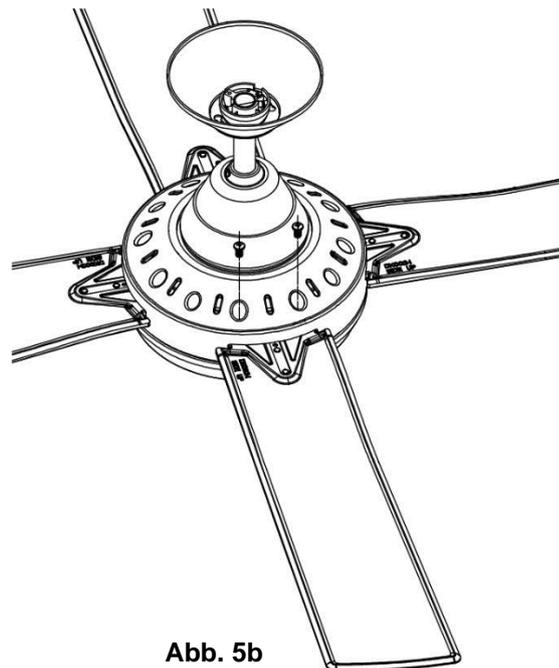

Abb. 5b
2. Stecken Sie das Rotorblatt in die Aufnahme am Antriebselement des Ventilators. Richten Sie die zwei Löcher am Flügel an den zwei Löchern am Drehkörper des Ventilatormotors aus. Fixieren Sie den Flügel mithilfe der zwei Flügelschrauben aus Schritt 1 am Ventilatormotor. (Abb. 5b)